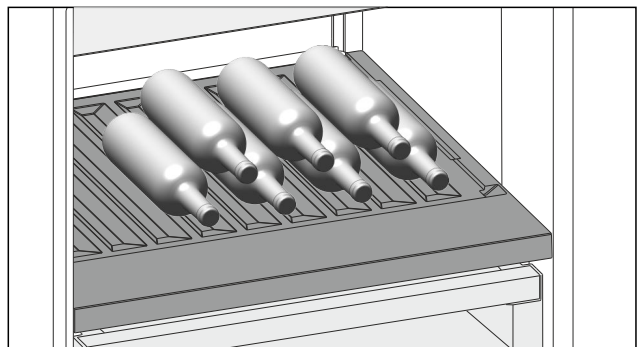

Fig. 135
- Flaschen mit dem Boden nach hinten zur Rückwand einlegen. (siehe Fig. 135)